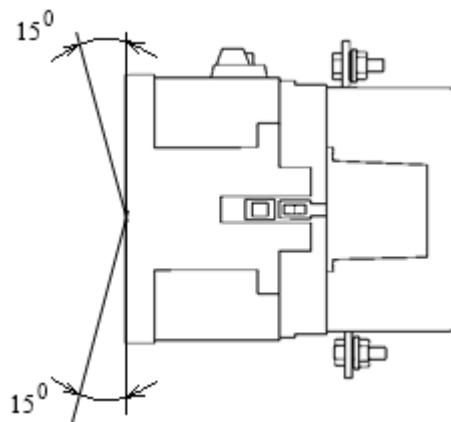

Рисунок 3. Рабочее положение пускателя
2.1.3 Рабочее положение без ухудшения номинальных характеристик - вертикальная плоскость с отклонением относительно плоскости крепления в обе стороны до  $15^\circ$  (Рисунок 3);